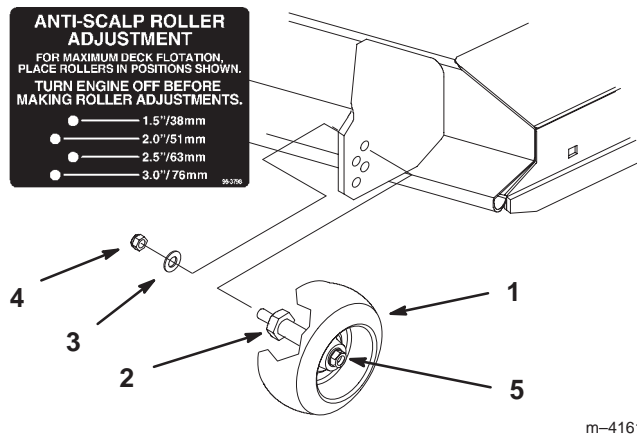

Figure 22
2. Lorsque la hauteur de coupe est réglée, enlevez l'écrou à collerette et la rondelle élastique tout en maintenant le goujon avec une clé (Fig. 22).
Note: N'enlevez pas l'écrou et la rondelle de la roue (Fig. 22).
3. Choisissez le trou pour que la roue de jauge se trouve le plus près possible de la hauteur de coupe correspondante voulue (Fig. 22).
4. Remettez l'écrou à collerette et la rondelle élastique. Serrez à 54,2–61,0 Nm (40–45 pieds-livres) (Fig. 22).